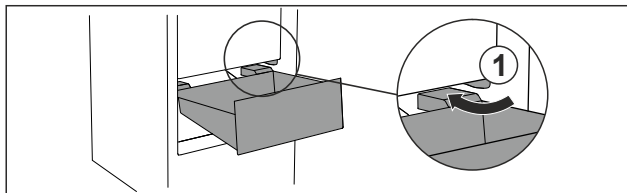

Fig. 101
- Zásuvku veďte šikmo podél zářezek Fig. 101 (1).